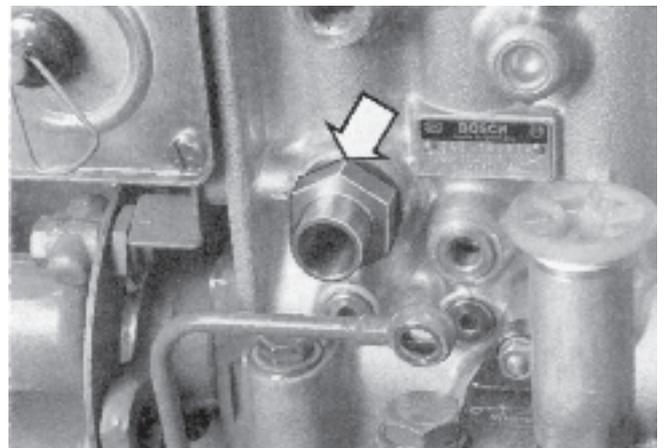

Fig. 132. Montage de la douille fileté à l'outil 6770
8. Monter la douille fileté à l'outil 6770 sur la pompe d'injection (figure 132).